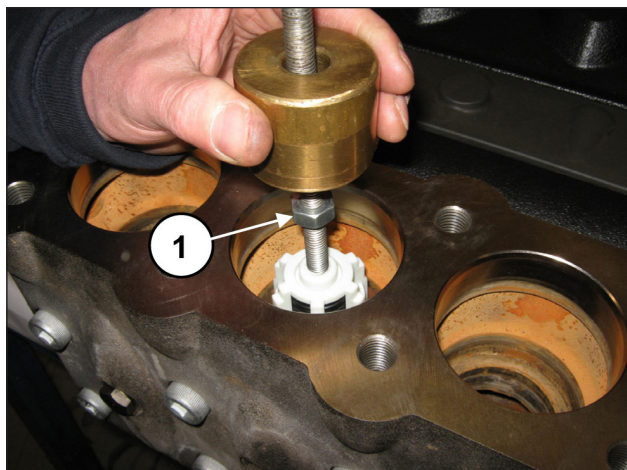

Fig. 104
Estrarre il gruppo valvola mandata mediante l'utilizzo di un estrattore a massa battente (cod. 27516400) da applicare al foro M10 del guida valvola (pos. ①, Fig. 104) o, in aggiunta, eventuale adattatore M10-M16 (cod. 25089700) da applicare al filetto M16 del guida valvola.